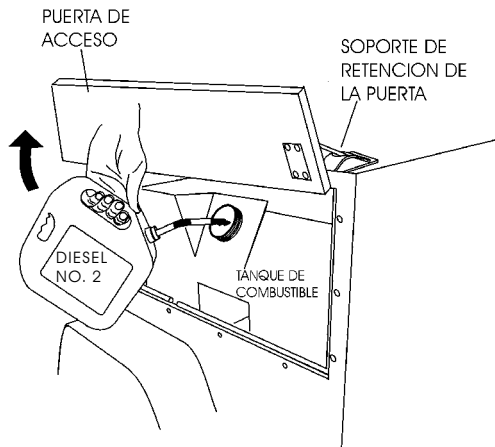

Figura 7. Abasteciendo combustible
2. Levante la puerta de acceso de la torre (Figura 7) del lado contrario al panel de control. Ajuste el soporte de retención de la puerta para mantenerla abierta (hacia arriba).